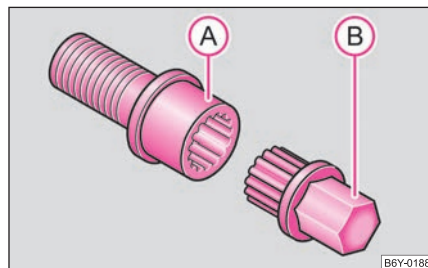

Fig. 160 Boulon antivol avec adaptateur
- Insérez à fond l'adaptateur (B) avec son côté denté de sorte que la denture intérieure du boulon antivol (A) puisse encore dépasser à l'extérieur du six-pan ⇒ fig. 160.
- Insérez la clé de roue à fond sur l'adaptateur (B).